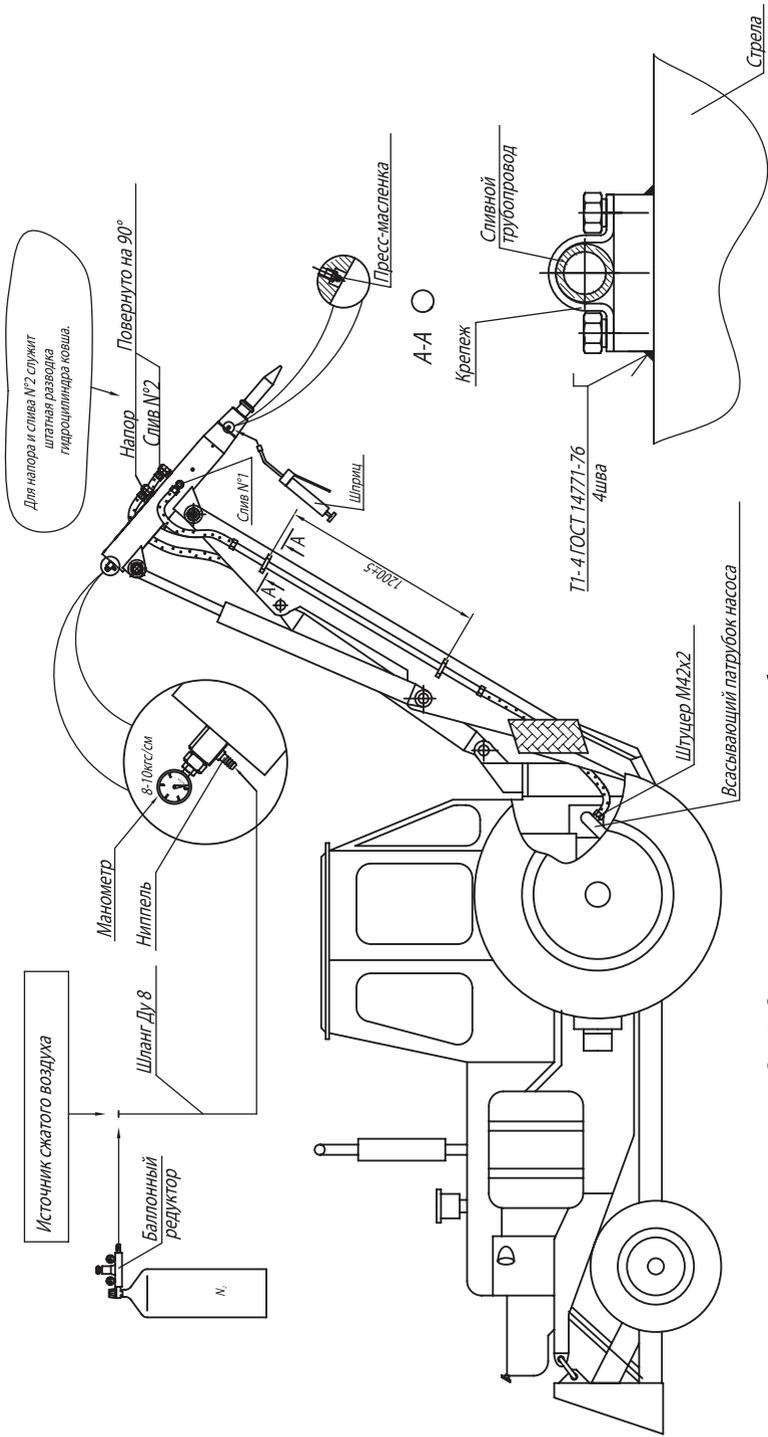
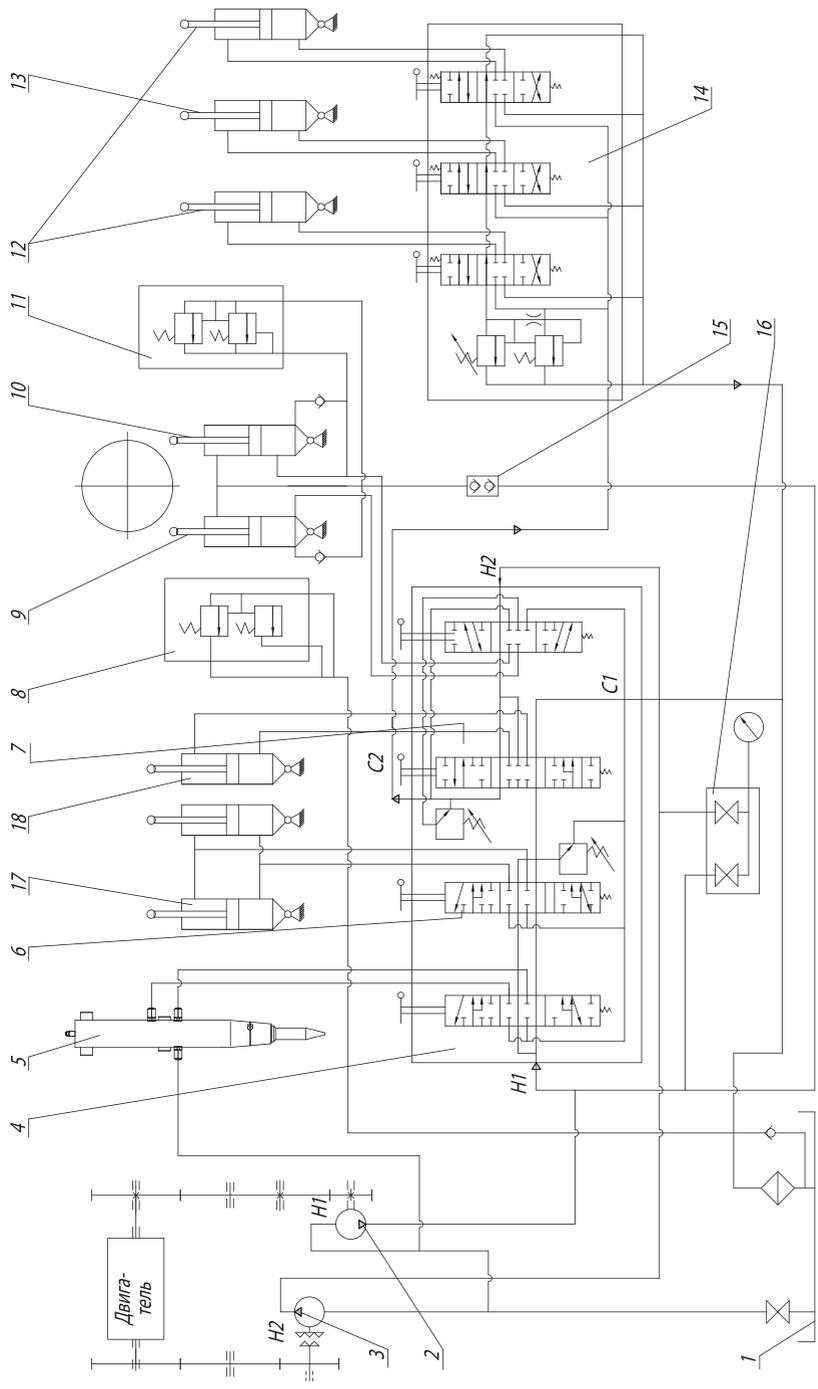
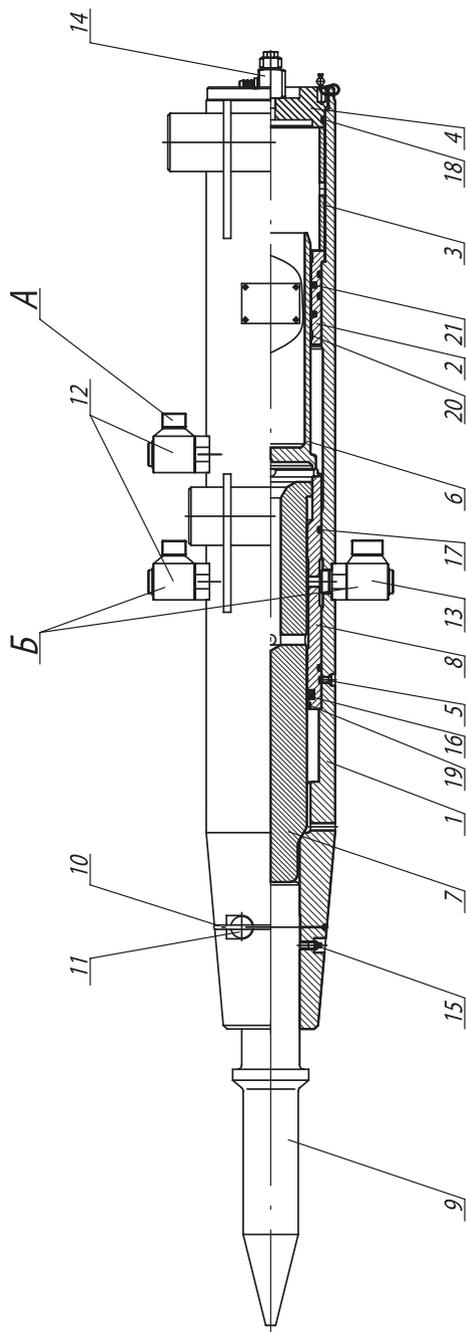

Рис.1. Схема установки, подключения и обслуживания гидромотыги.
Рис.2. Схема гидравлическая принципиальная при навеске гидромолота на стрелу
Рис.3. Гидромолот
Гидромолот устанавливается на стрелу экскаватора вместо снятой рукояти с ковшом (рис. 1) и подключается к гидравлической системе экскаватора (рис. 2), к секции распределителя цилиндра ковша. Гидромолот может быть навешен на рукоять экскаватора вместо ковша (рис. 3). В этом случае молот подключается к секции гидрораспределителя привода стрелы, которая питается от насоса НШ-100 (рис. 4) или к резервной секции распределителя, если таковая имеется на экскаваторе (рис. 5).
Гидромолот (рис. 3) состоит из корпуса 1, к нижней части которого приварена букса. В буксе совершается возвратно-поступательное движение инструмента 9. Фиксация инструмента в буксе обеспечивается пальцем 11 и пружинным кольцом 10. В посадочные отверстия корпуса 1 установлены втулки 8 и 2, в которых совершают рабочее движение боек 7 и клапан 6, которые уплотняются манжетами, кольцами и фторопластовыми уплотнениями.
7.3.1. Гидромолот устанавливается на стрелу экскаватора вместо демонтированной рукояти (рис. 1); необходимые рабочие движения гидромолота осуществляются гидроцилиндрами рукояти, которые крепятся к кронштейну гидромолота, второй шарнир гидромолота соединяется со стрелой; при этом для крепления используются штатные пальцы, которые крепили рукоять.
- приварите к стреле экскаватора крепеж согласно размерам (рис.1) и закрепите сливную трубу с помощью болтов, шайб и гаек;
- соедините гидромолот, трубы и штуцер рукавами высокого давления (рис.1).
Таблица 3 (рис. 3)